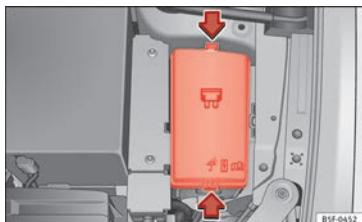

Fig. 102 En el vano motor: tapa de la caja de fusibles.
- Presione las pestañas de bloqueo para desbloquear la tapa de la caja de fusibles » **fig. 102.**